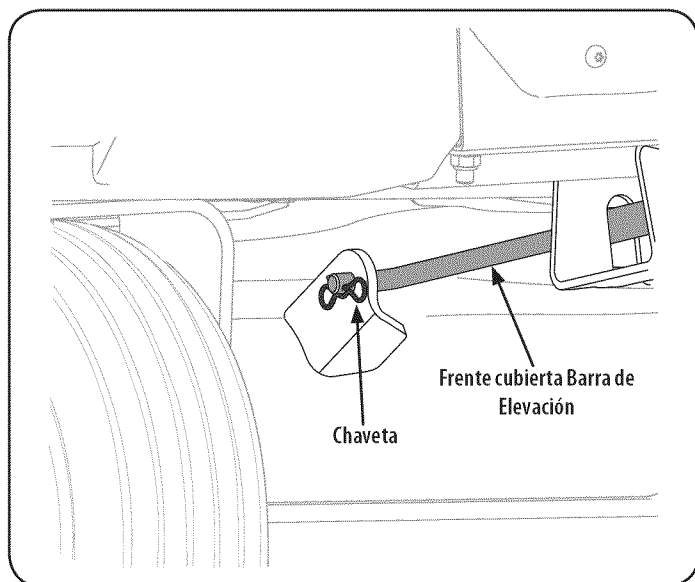

Figura 33
- c. Desde la parte media del tractor, haga girar el soporte de polea loca y la polea móvil hacia atrás, la polea de distancia de la parte trasera de la cinta "V" lo suficiente como para levantar la cinta hacia arriba y sobre la polea loca. Ver Figura 33.
6. Tire del pasador de la varilla de elevación de la plataforma frente a la fijación a la cubierta. Ver Figura 33. Deslice la barra de elevación de la plataforma de la ménsula de suspensión frontal.
6. Vuelva a instalar la barra de elevación de la plataforma delantera y fíjela con el pasador. Consulte la Figura 33.